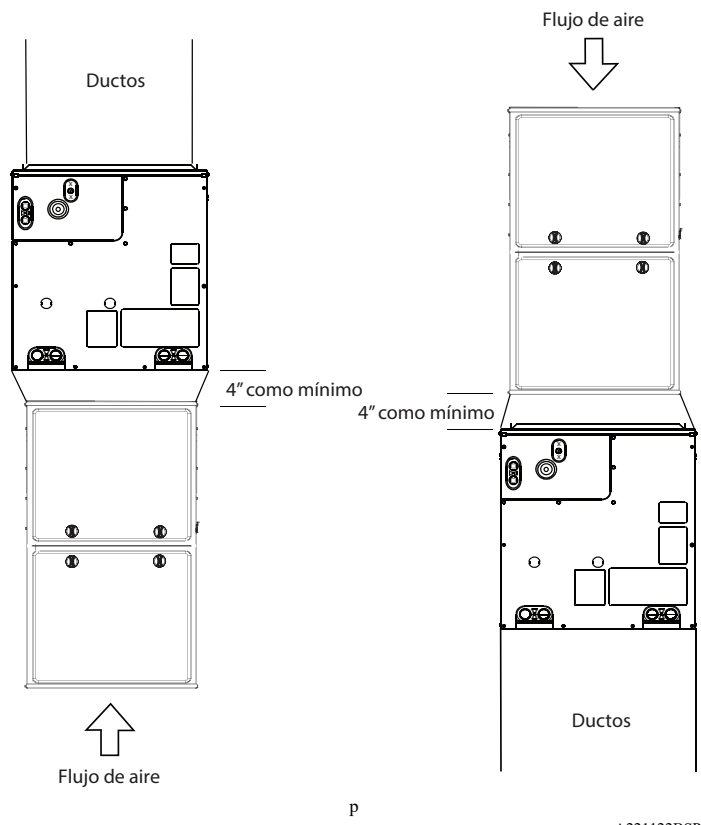

Fig. 3: Instalación de adaptadores cuando el serpentín es más grande que el calefactor (recomendada) A221122BSP
3. Al instalar un serpentín más ancho en un calefactor más angosto, se recomienda utilizar un adaptador de transición (Fig. 3).